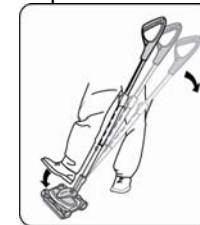

Fig. 7
- Para ajustar el mango a una posición confortable, aplique suavemente presión en la parte superior del cabezal con su pie mientras tira del mango hacia atrás. (Fig. 7)